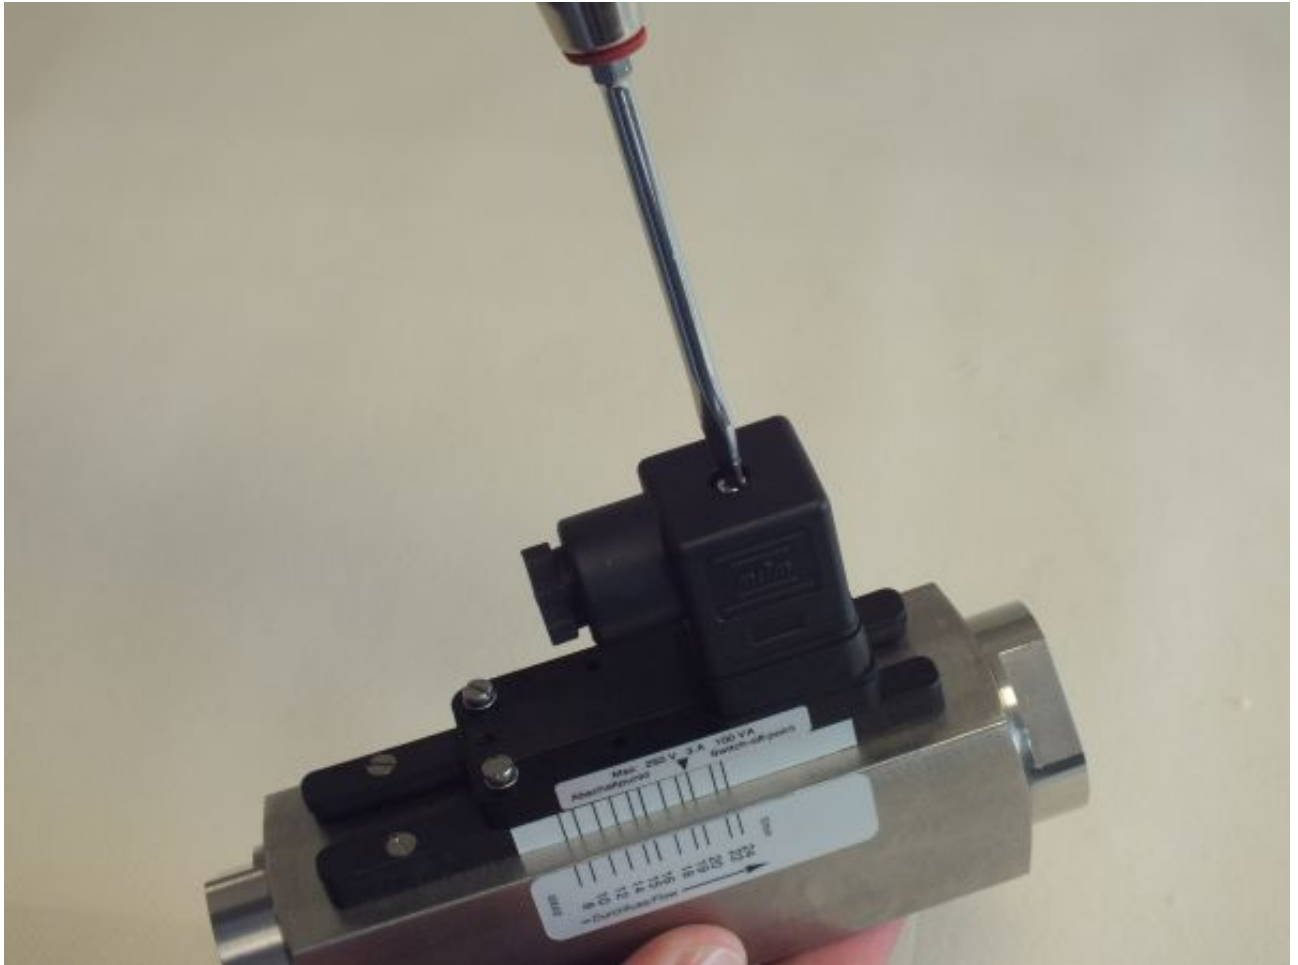

Abb. 28: Steckerdose lösen
1. ➤ Befestigungsschraube (Abb. 28) von der Steckerdose lösen
9. Steckerdose auf Gerätestecker stecken und Befestigungsschraube (Abb. 28/1) anziehen